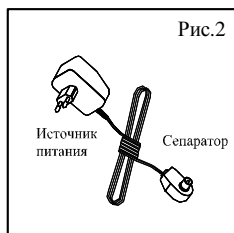

Рис. 2
- 2.2. Антенна представляет собой конструкцию, состоящую из логопериодической антенны (1), принимающей волны дециметрового диапазона и двух вибраторов МВ (2), служащих для приема волн метрового диапазона. Вибраторы МВ закреплены на монтажной коробке (3). В монтажной коробке, в зависимости от типа антенны, расположены плата согласования или широкополосный усилитель. Для установки и ориентации антенны на мачте имеется узел крепления (4). Антенны моделей L011.20, L012.20, L013.20, L011.20B1, L012.20B1, L013.20B1 укомплектованы источником питания с сепаратором (рис. 2). Изготовитель оставляет за собой право вносить конструктивные изменения в антенну, не ухудшающие качество приема.